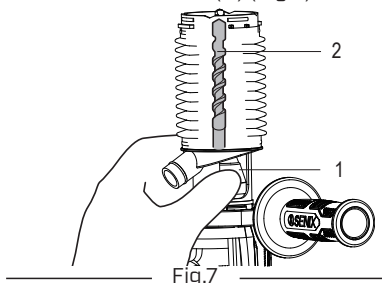

Fig.7
La cubierta colectora de polvo deja al descubierto el collarín del portabrocas (1) cuando está correctamente instalada. Tire del collarín del portabrocas (1) hacia abajo para instalar o retirar la broca SDS-Plus (2) (Fig.7).